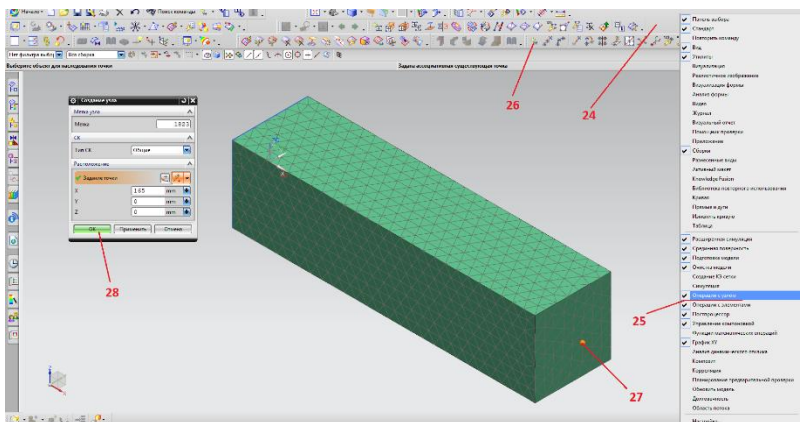

Рисунок 22. Окно fem-модели для создания узла
Для того чтобы проверить деталь на кручение необходимо добавить еще один элемент, а именно **RBE2**связь. Эта связь имеет абсолютную жесткость и ею можно заменять некоторые связи в сборкахfem-моделях (рисунок 22). Для создания данной связи нужно перейти в fem-модель. В окне fem-модели нажать на панели инструментов правой кнопкой мыши (24) и поставить галочку на "**Операция с узлами**" (25). После этого будет доступна панель для работы с узлами, с помощью этой панели можно создавать, удалять и изменять узлы в модели. Далее необходимо создать новый узел, нажав на иконку "**Создание узла**" (26) выбрать заранее созданную точку (27) и нажать "**ОК**" (28). Узел создан.